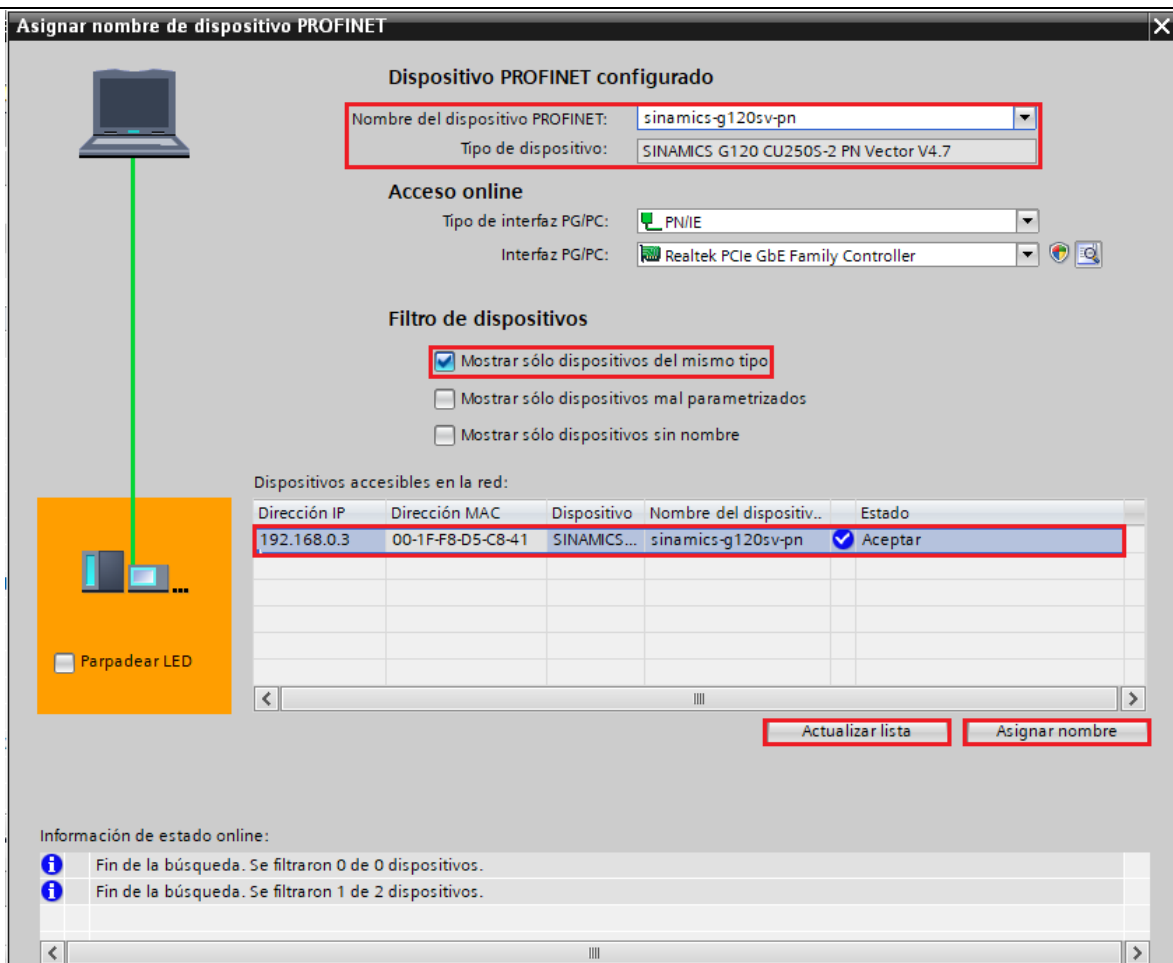

Figura 21: Asignar nombre del Variador SINAMICS G120.
- Luego hacer clic en “**Actualizar lista**” y seleccionar el dispositivo encontrado con la dirección “**IP: 192.168.0.3**” y hacer clic en “**Asignar nombre**” (ver Figura 21).